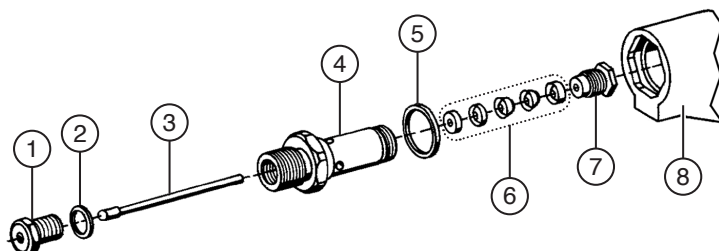

Fig. 17 – Joint et aiguille de soupape
3. Placez la clé Allen fournie dans l'un des trous de la douille de guidage (voir Fig. 17 à la page 40).
4. Tournez la douille de guidage de sorte que la tige filetée se trouve dans la cavité du corps du pistolet (voir Fig. 17 à la page 40).